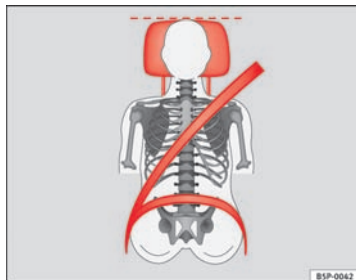

Fig. 12 Korrekt placering af sikkerhedssele og hovedstøtte set forfra
- Sikkerhedsselens skulderdel skal sidde midt på skulderen og aldrig hen over halsen. Sikkerhedsselen skal sidde fladt og tæt ind til overkroppen ⇒ Fig. 12.